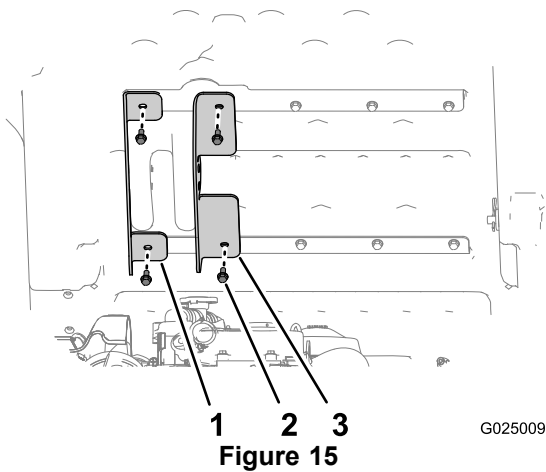

Figure 15
3. Alignez le support de relevage extérieur gauche (le support à brides courtes) sur les trous extérieurs des renforts supérieur et inférieur du plateau (Figure 15).
4. Fixez le support de relevage extérieur au plateau au moyen des 2 boulons que vous avez retirés à l'opération 1, et serrez les boulons à la main (Figure 15).
5. Alignez le support de relevage intérieur (le support à brides longues) sur les trous intérieurs des renforts supérieur et inférieur du plateau (Figure 15).
6. Fixez le support de relevage intérieur au plateau au moyen des 2 boulons que vous avez retirés à l'opération 2, et serrez les boulons à la main (Figure 15).